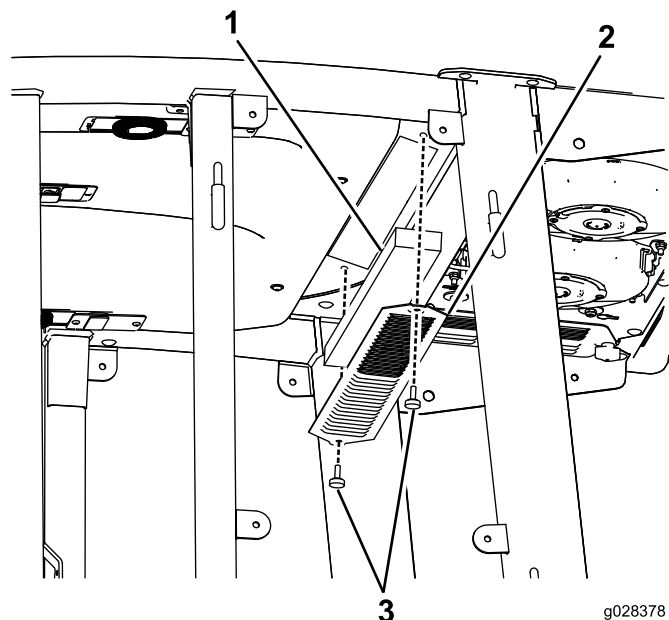
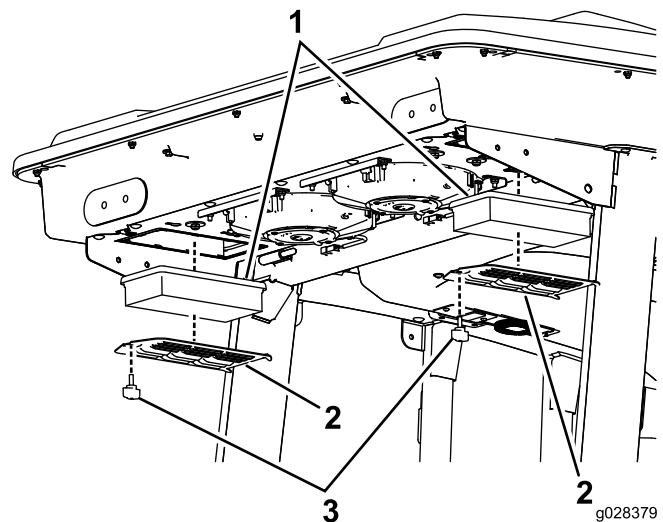
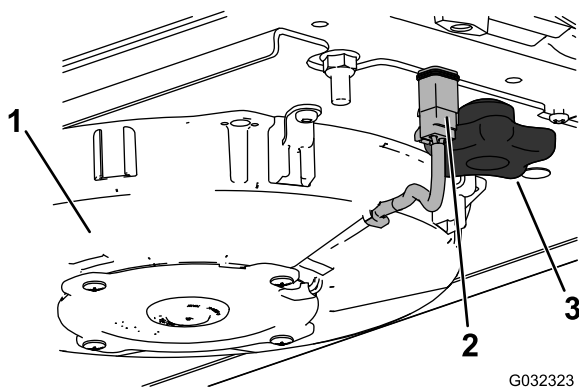
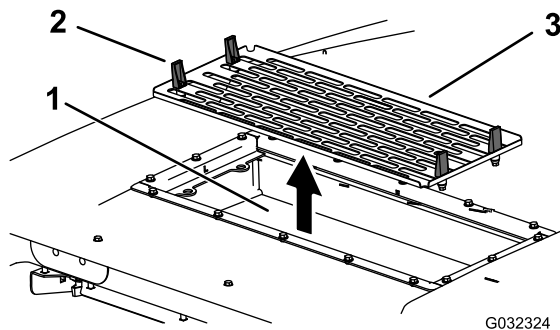

図 102
図 103
図 104
図 105
1. 室内用と後部用のエアフィルタからねじを外して格子を外す(図 102と図 103)。
5. エアフィルタを取り外す 図 103を参照。
7. エアフィルタ、スクリーン、ファンアセンブリを取り付ける 図 103、図 105、図 104。
8. 各ファンの配線を元通りに接続する 図 104。